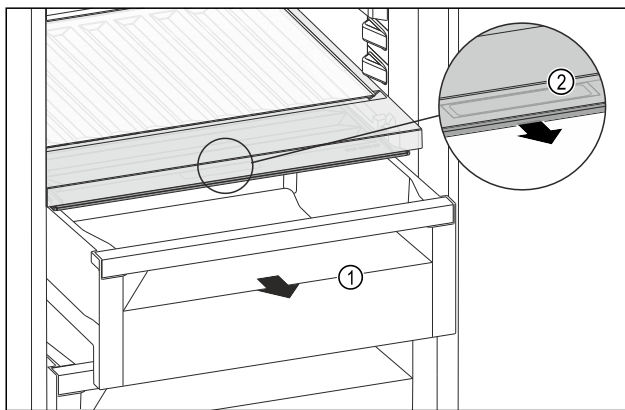

Fig. 97
- Schubfach Fig. 97 (1) herausziehen.
- Griffmulde Fig. 97 (2) am Fachdeckel anfassen und Fachdeckel gleichzeitig nach vorne ziehen.